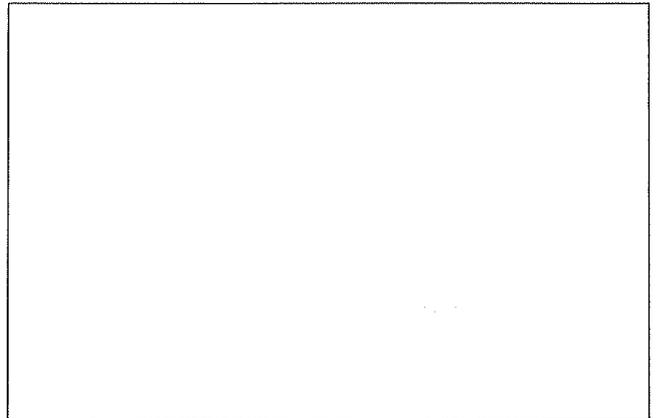

Рис. 52.
5. (Рис. 52). Наденьте пружину-толкатель штифта (5) на штифт (1), а затем окончательно установите пружину (6), убедившись в том, что эти детали были смазаны перед их установкой.
6. Вставьте штифт (7) в сборе с фиксирующей шайбой (8) (предварительно собранный изготовителем) на конец штифта с бороздкой, которая расположена в нескольких миллиметрах от кронштейна. Затем установите пружину (9), внутренний диаметр должен совпадать с диаметром шайбы расположенной на фиксаторе (5). Закройте узел крышкой (10), вставьте винты (11), выполнив центровку отверстий опоры и кронштейнов, а затем затяните винты.